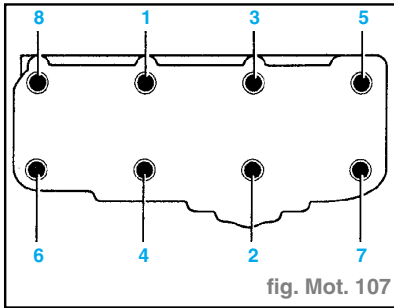

fig. Mot. 107
- Serrer la culasse en sept passes dans l'ordre indiqué, en procédant comme suit (fig. Mot. 107) :
- Serrer la culasse en quatre passes dans l'ordre indiqué, en procédant comme suit (fig. Mot. 107) :